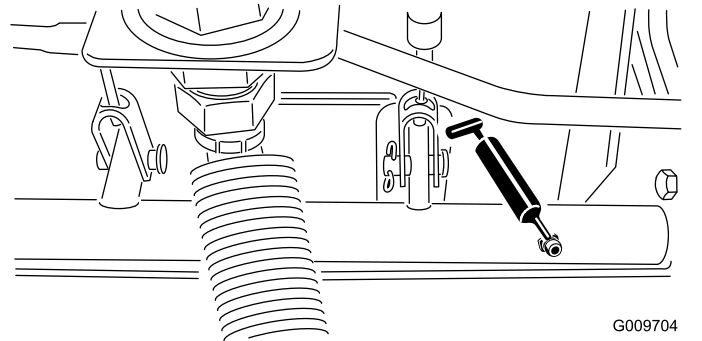

Figura 36
- Cojinetes de pivote de eje de freno (5) tal y como se muestra en la Figura 36